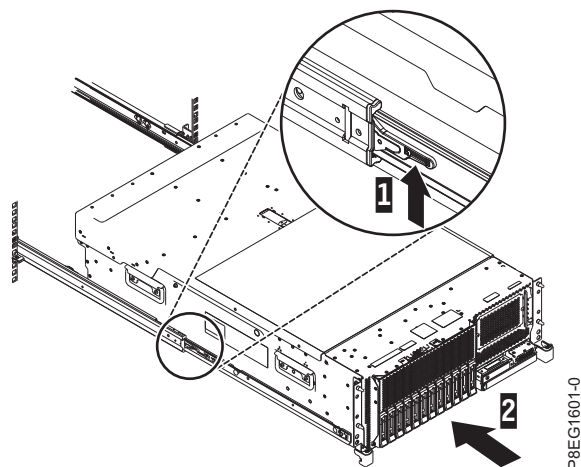

Figura 8. Pestillos de liberación y servidor
3. Levante los pestillos de liberación azules (1) de los rieles deslizantes y empuje el servidor (2) totalmente hacia el interior del bastidor hasta que quede encajado en su sitio. Para obtener detalles, consulte Figura 8.